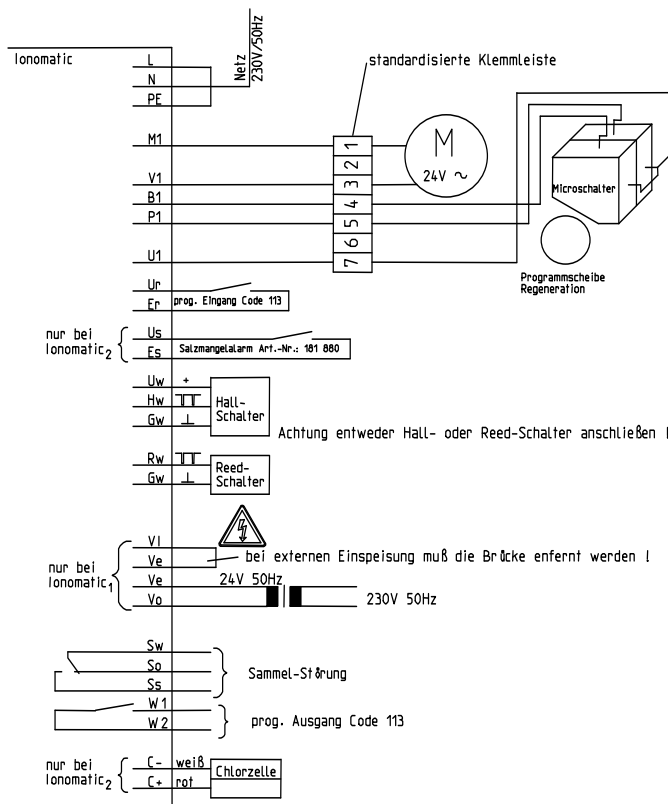

Abb. D-2: Klemmenanschlussplan GENO-mat-WF
2. 7-adriges Kabel zwischen Steuerkopf und Steuerelektronik verlegen und gemäß Klemmenplan (Abb. D-2) anschließen.
4. Wasserzähler gemäß Klemmenplan (Abb. D-2) anschließen.